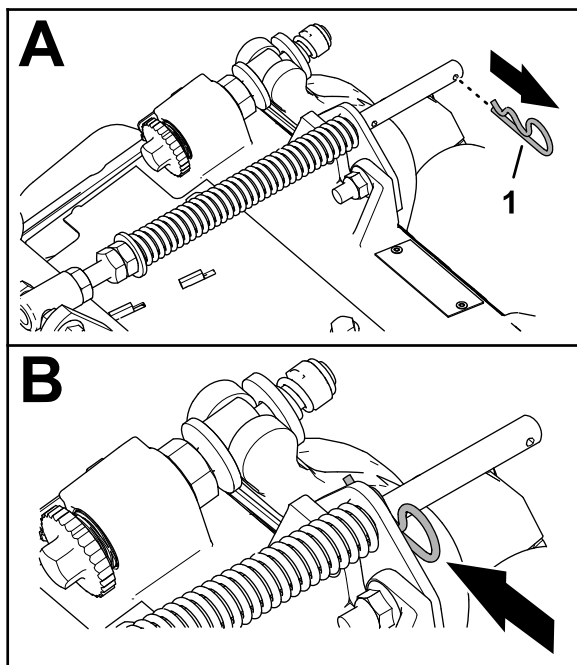

Figura 17
1. Se o grampo estiver instalado no orifício traseiro da haste da mola de compensação, remova-o e insira-o no orifício próximo ao suporte (Figura 17).